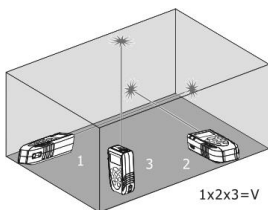

Fig. 6 : Exemple de mesure de Volume
3. Appuyer sur la touche  pour exécuter la première mesure (longueur) de la surface (voir Fig. 6). La valeur correspondante est insérée dans le premier écran partiel. Le symbole «  » s'affiche avec côté « 1 » clignotant.
4. Appuyer à nouveau sur la touche  pour exécuter la deuxième mesure (largeur) de la surface (voir Fig. 6). La valeur correspondante est insérée dans le deuxième écran partiel. La valeur de l'aire correspondante apparaît à l'écran résultant. Le symbole «  » s'affiche avec côté « 2 » clignotant.
5. Appuyer à nouveau sur la touche  pour exécuter la troisième mesure (hauteur) (voir Fig. 6). La valeur totale du volume apparaît à l'écran résultant de l'afficheur principal.